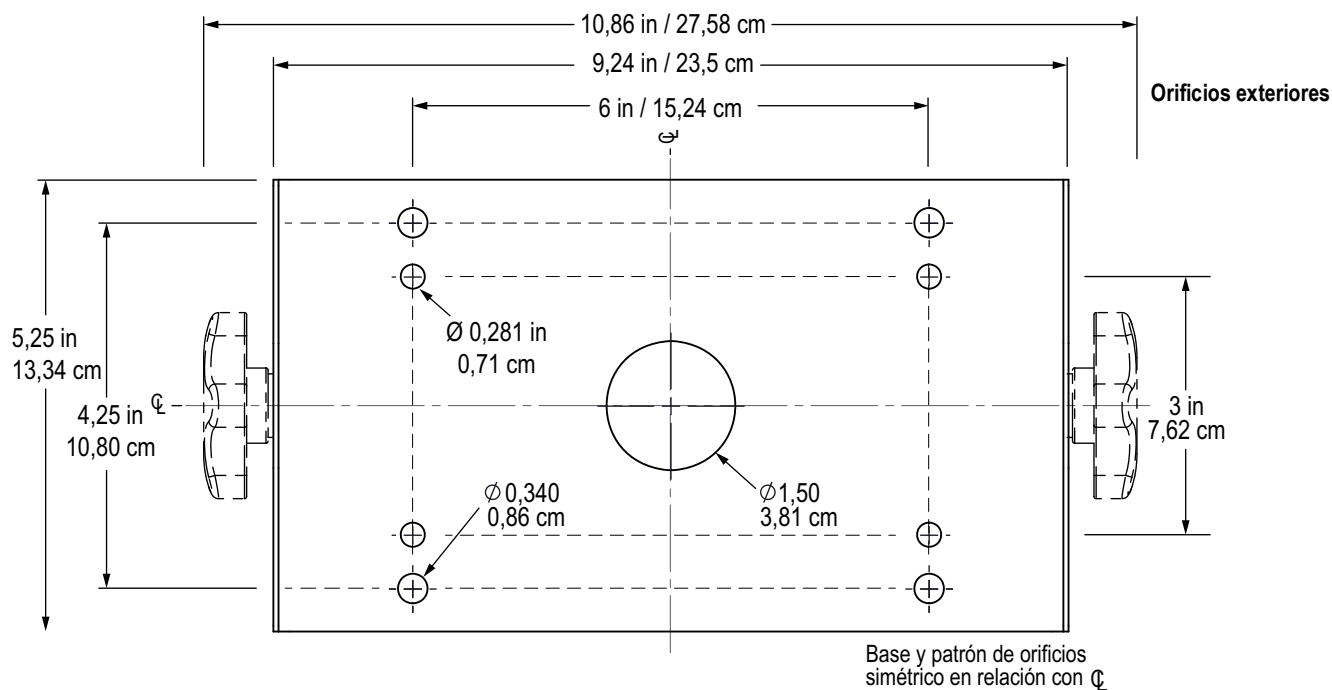

Figura 2-4. Dimensiones del patrón de orificios de la base inclinable universal
1. Con la base inclinable como plantilla, marque la posición de los tornillos. Consulte la Figura 2-4 en la página 26 para las dimensiones.